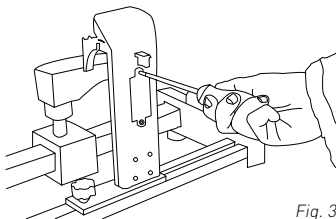

Fig. 3
2. Insérez et connectez la batterie au connecteur. Pour procéder, retirez la petite porte à l'aide d'un tournevis et assurez-vous, après avoir inséré la pile, de la refermer en serrant les vis. **(Fig. 3)**